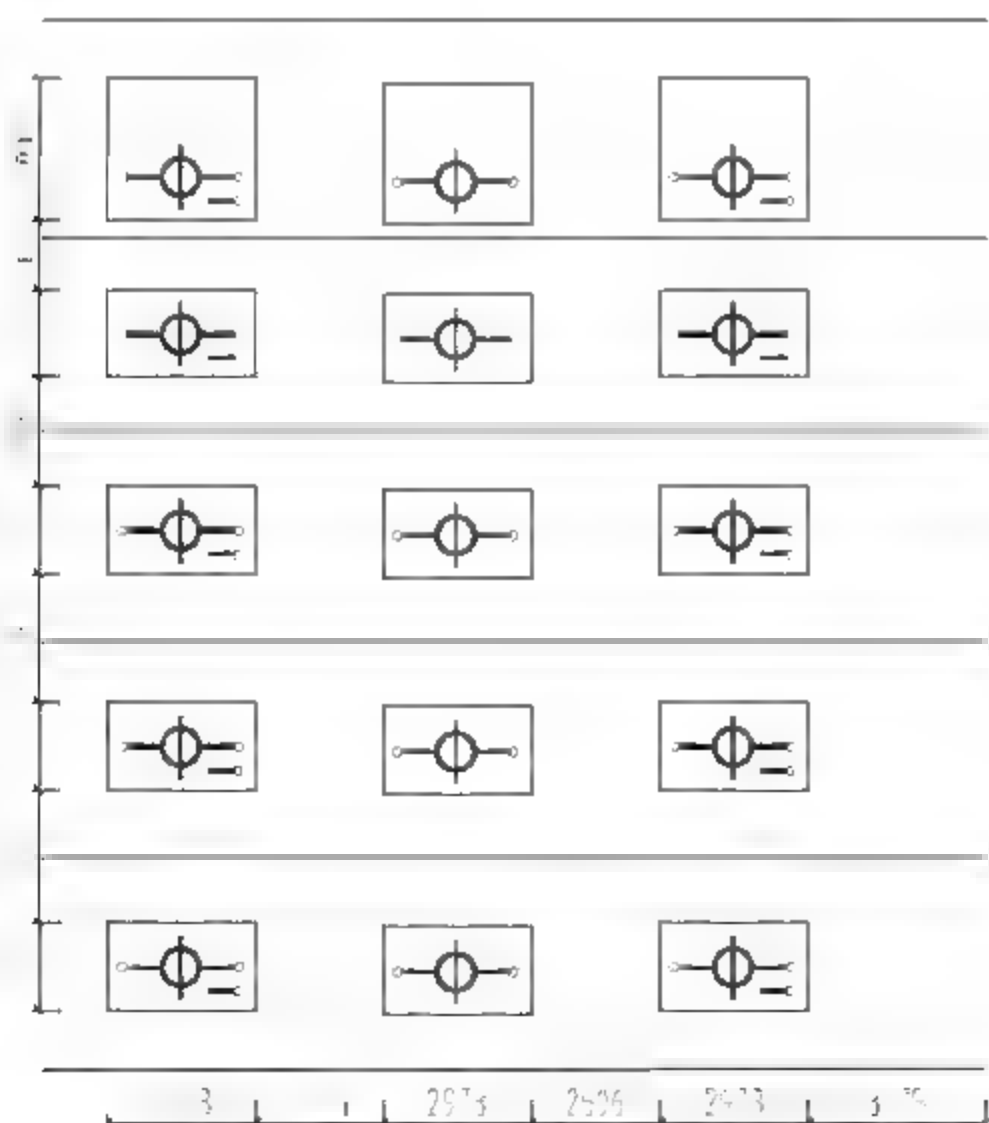

图13-32 绘制矩形
**03** 调用REC【矩形】命令，绘制矩形框选电气元件，结果如图13-32所示。